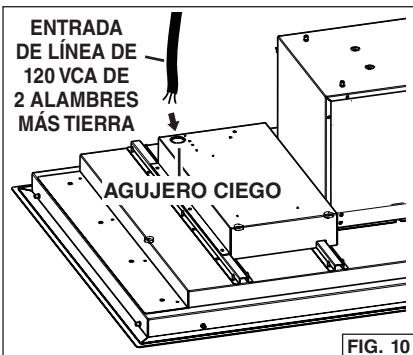

FIG. 10
1. Coloque un cable eléctrico de 120 VCA de 2 alambres más tierra hasta el agujero ciego de $\frac{3}{4}$ pulg. que se encuentra en la parte posterior de la campana. Fig. 10.